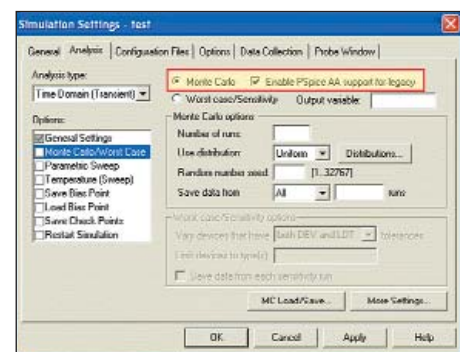

Рис. 6. Установка анализа Monte Carlo в диалоговом окне Simulation Settings
3. Создадим профайл моделирования PSpice, как показано на рис. 6: